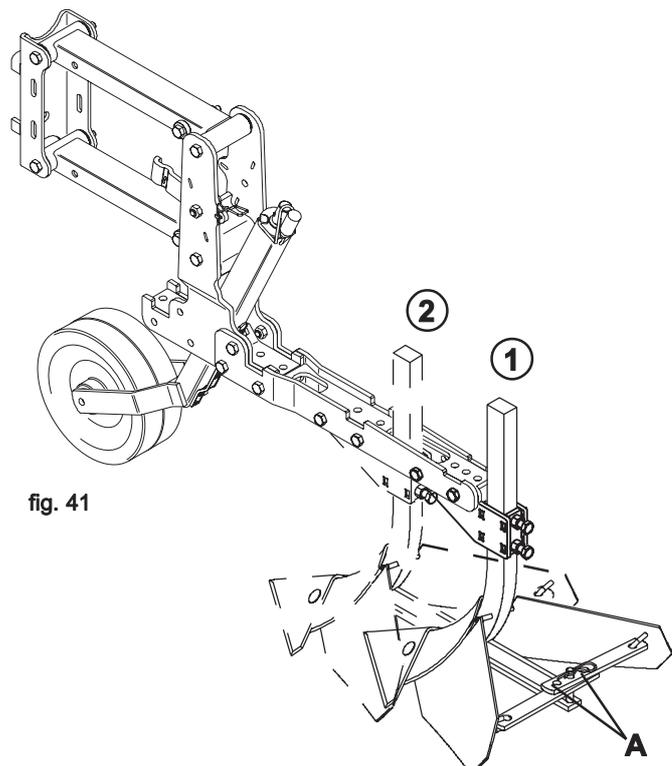

fig. 41
Dieses Zubehör ist für das Umgraben des Bodens um die Pflanzen herum geeignet und häuft die Erde um die Pflanze herum an. Lüftet die Wurzeln und kräftigt die Pflanzen (Abb. 41). Durch das Einstellen der Flügel mit den Bohrungen (A) kann die um die Pflanze anzuhäufende Erdmenge verändert werden. Einfach zu montieren, können je nach Hackelementkonfiguration an zwei verschiedenen Punkten positioniert werden (1-2, Abb. 41).